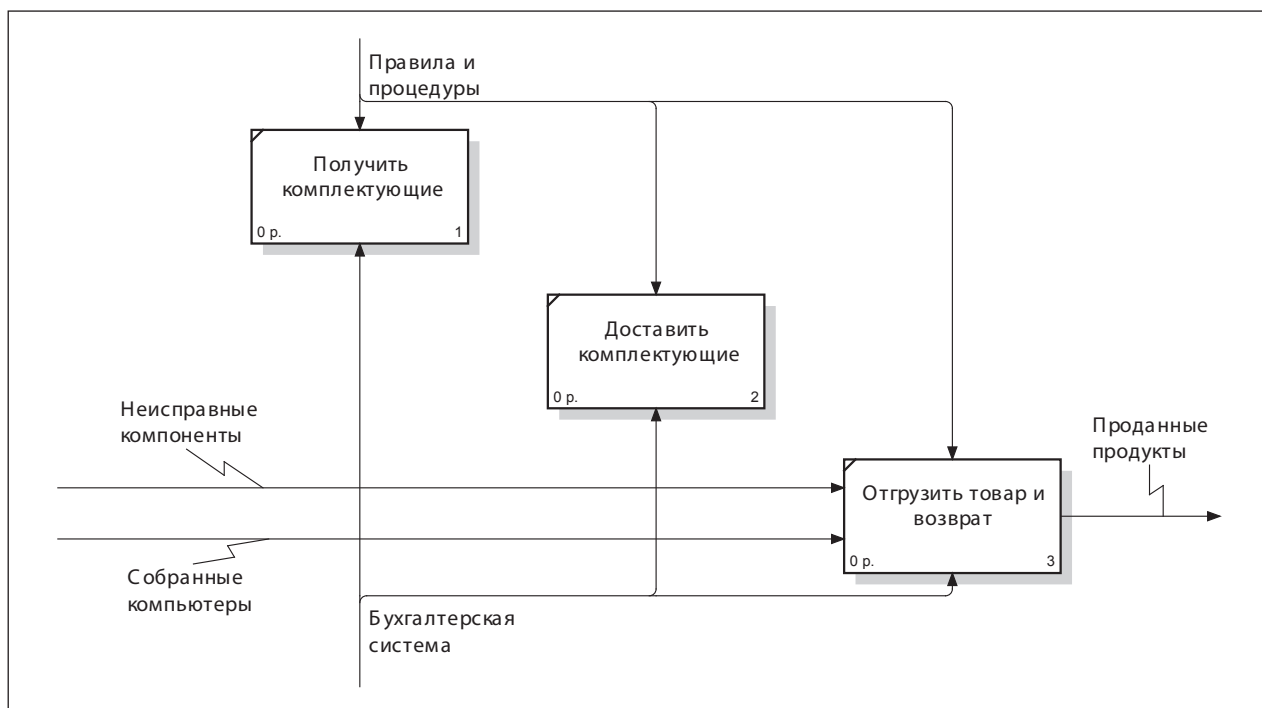

Рис. 11.1. Внутренние стрелки на декомпозиции работы «Отгрузка и получение»
4. Свяжите граничные стрелки, как показано на рис. 11.1.